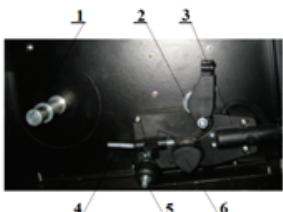

Рисунок 4. Механизм подачи проволоки.
7.2.3.Установить катушку со сварочной проволокой в подающий механизм, см. рис.4, поз.1. Убедиться в том, что направляющий ролик установлен таким образом, что размер прорези на нем соответствует диаметру проволоки. При необходимости ролик перевернуть.